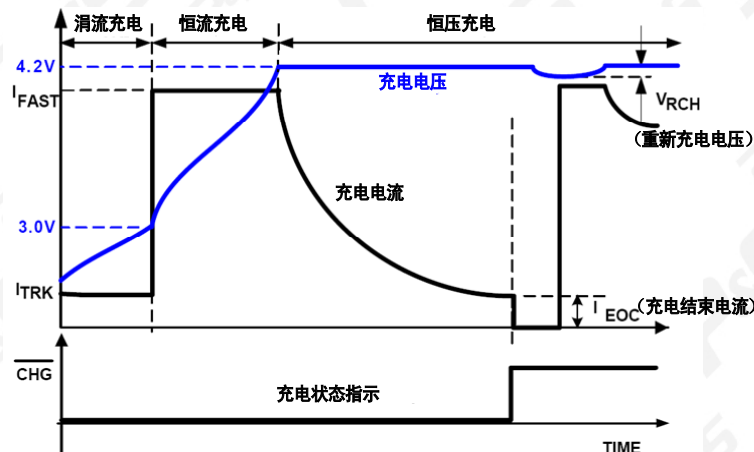

图 1 典型的充电周期示意图 (CONT 引脚为低电平)
- ⑤ 该引脚与地(GND)之间连接一个电阻 R_{TIME} , 用于确定器件内部震荡周期。振荡器将提供涓流充电时间 t_{PRE} 和快速充电时间 t_{FAST} , 计算公式分别为: $t_{PRE} = 0.8 \times R_{TIME}(\text{Min})$ $t_{FAST} = 8 \times R_{TIME}(\text{Min})$ 当 $R_{REF}=30k\Omega$ 时, 快速充电时间设定为 240 分钟 (典型值), 涓流充电时间设定为 24 分钟 (典型值)。如果该引脚悬空不连接, 默认值分别是涓流充电 30 分钟, 快速充电 300 分钟。
- ⑥ 系统供电输出 VOUT 在涓流充电期间, 提供一个 3.4V 电压, 随着电池电压的持续上升, 当电池电压 $V_{BAT} > 3.2V$ 时, 充电进入恒流工作模式。当电池电压继续上升至 4.2V, 充电进入恒压工作模式 (见图 1.), 在恒流和恒压工作模式期间, 输出 VOUT 提供一个 $V_{BAT}+225mV$ 电压。为了退偶和提高输出电压的稳定性, 推荐外接 4.7μF 电容。
- ⑦ 为了退偶和提高 VBAT 充电电压的稳定性, 推荐外接 1μF 电容。如图 1.所示, 涓流 ITRK 的电流为 39mA~58mA (条件是 $R_{REF}=1.78k\Omega$, 公式为 $ITRK=88/R_{REF}$)。在通过恒流充电工作模式进入恒压充电工作模式下, 满足 $V_{BAT} > VRCH$ 和 $IBAT < IEOC$ 两个条件, 器件停止充电, 控制充、放电的 MOSFET (Q2) 关闭, \overline{CHG} 引脚进入高阻态 (HI-Z)。
- ⑧ 输入电压正常状态指示 (内部漏极开路结构, 最大可吸收 15mA 电流, 用于驱动外接的 LED 发光二极管), 低电平有效, 需要具有以下条件:
- ⑨ 充电正常状态指示 (内部漏极开路结构, 最大可吸收 15mA 电流, 用于驱动外接的 LED 发光二极管), 低电平有效, 见图 1。正常充电时, \overline{CHG} 引脚指示为低电平。当满足 $V_{BAT} > VRCH$ (典型值 4.188V) 和 $IBAT < IEOC$ (USB 100mA 限定, 关闭电流典型值 29mA; USB 500mA 限定, 关闭电流典型值 96mA; AC 供电, $R_{REF}=887\Omega$, 关闭电流典型值 96mA) 两个条件时, 器件停止充电, 控制充、放电的 MOSFET (Q2) 关闭, \overline{CHG} 引脚进入高阻态 (HI-Z)。
- ⑩ 该引脚与地(GND)之间连接一个 10k Ω 负温度系数 (NTC) 的热敏电阻, 高温门限典型值 295mV, 低温门限典型值 2100mV。当超出此感应电压范围, 充电暂停。当不使用 NTC 功能时, 请连接一个 10k Ω 固定电阻, 以确保 NTC 引脚上有电压。
- (11)(12) 输入电源 VIN 工作模式设定, 见表 1。